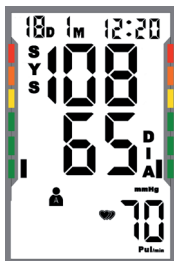

Fig. 7c
- Suite à votre smartLAB[®]profi je peux lentement libérer l'air et commence à la mesure de la pression artérielle. Enfin, la pression artérielle et le pouls sont calculées et affichées. Rythme cardiaque irrégulier est indiqué par l'icône correspondante sur l'écran  Dans l'échelle Bi-classement à la page d'affichage gauche et à droite, vous pouvez voir comment votre valeur mesurée doit être classé (s. Fig. 7c). Le résultat de mesure est automatiquement stocké dans la mémoire sélectionnée.